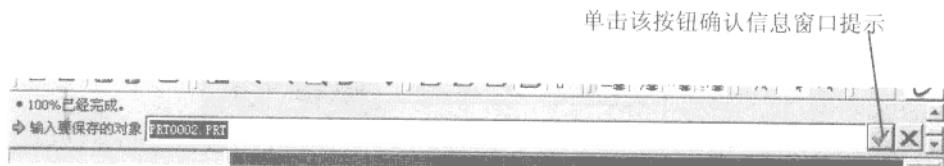

图 1.12
(2) 操作方法
① 以原文件名存盘
a. 单击菜单命令**文件 (File) → 保存 (Save)**, 则在信息窗口出现文件名提示 (如图 1.12 所示), 单击提示窗口的按钮 或按回车键, 即可将当前窗口文件以原文件名在所设置的工作目录下存盘。